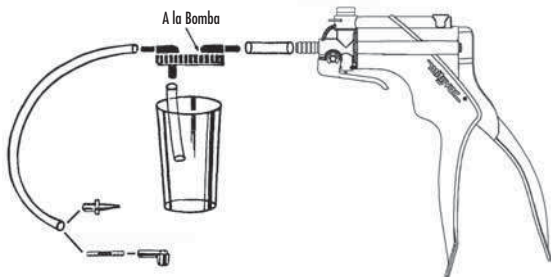

FIGURA 1: JUEGO DE PURGA DEL FRENO
3) Introduzca deslizando  $1\frac{1}{2}$ " de tubo entre la bomba y la tapa del depósito, en el orificio marcado "TO PUMP" (a la bomba) (FIGURA 1).